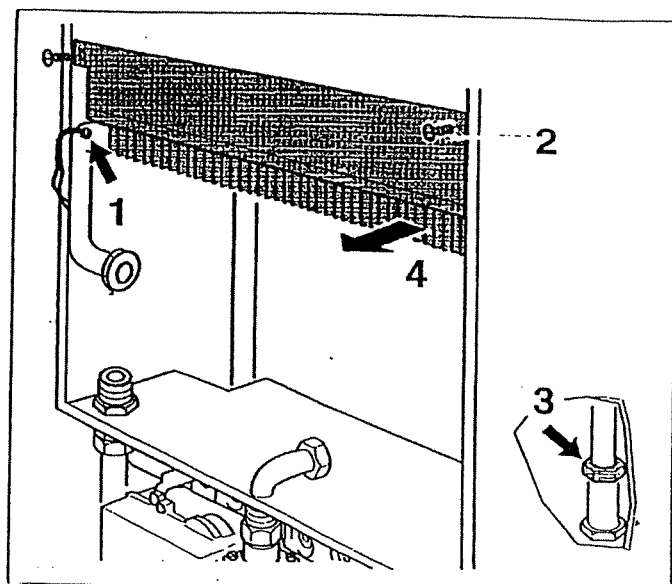

Fig. 40 Rimozione scambiatore di calore
- ◆ Staccare il cavetto giallo del limitatore di temperatura di sicurezza (Fig. 40, punto 1).
- ◆ Togliere le viti del coperchio del collettore di scarico (Fig. 40, punto 2).
- ◆ Svitare l'attacco del ritorno dello scambiatore di calore (Fig. 40, punto 3).
- ◆ Estrarre lo scambiatore di calore (Fig. 40, punto 4).